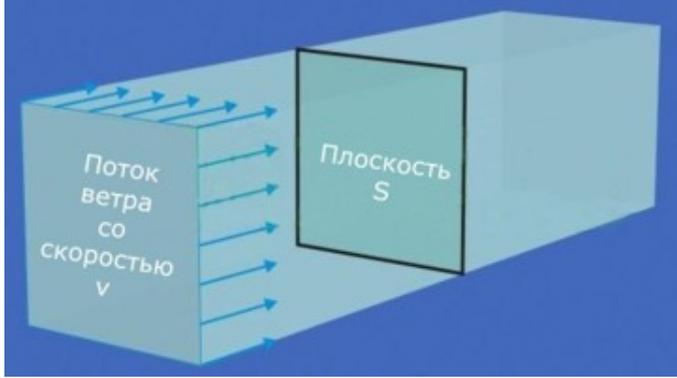

Рис.1 Скорость ветра и площадь поперечного сечения
Представим, что имеется плоскость (S) перпендикулярная движению потока ветра, как показано на Рис. 1.